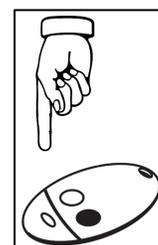

FIG. 14
5. La pantalla mostrará “Desired button” (botón deseado). Oprima el botón que quiera que active el portón como se muestra en la Fig. 14.